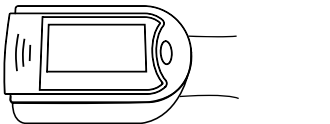

Рис. 5. Размещение пальца при измерении
- Палец должен быть размещен правильно (см. Рис. 5), так как в противном случае возможно получение неточных результатов измерений.